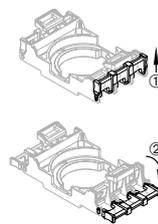

Fig. 3
- Abrir a trava lateral do suporte de contatos (ver fig. 3)